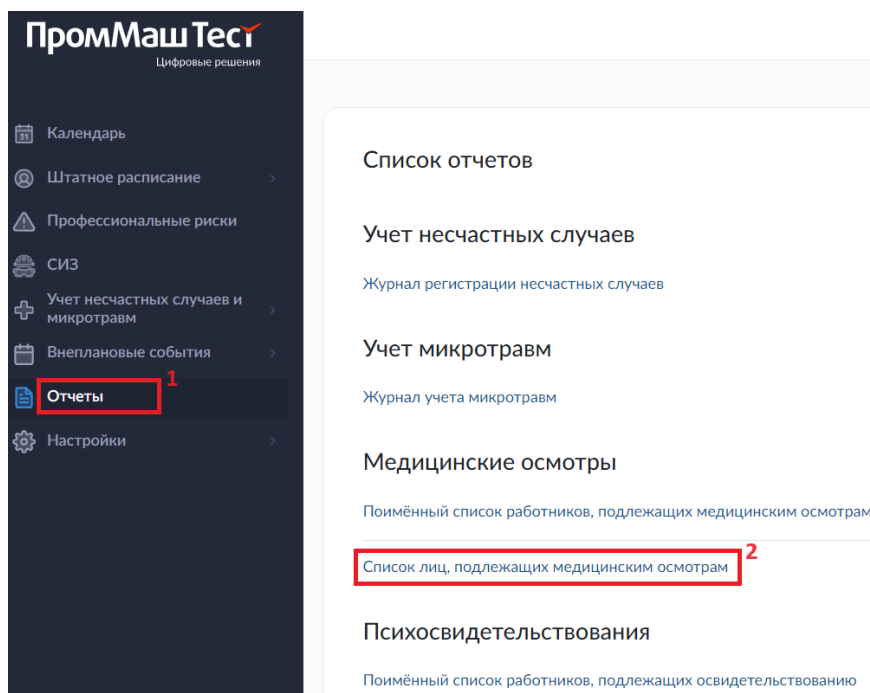

Рисунок 117. Раздел «Отчеты». Подраздел «Медицинские осмотры»
Формирование Списка лиц, подлежащих медицинским осмотрам проводится по нажатию кнопки (2) в разделе «Отчеты» (1) (рис. 117).